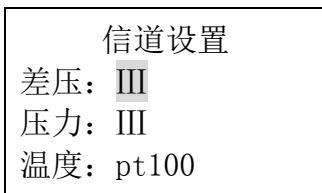

图 10
②本表中热焓的单位是 KJ/Kg(千焦/公斤)
d. 信道设置 (见图 10)